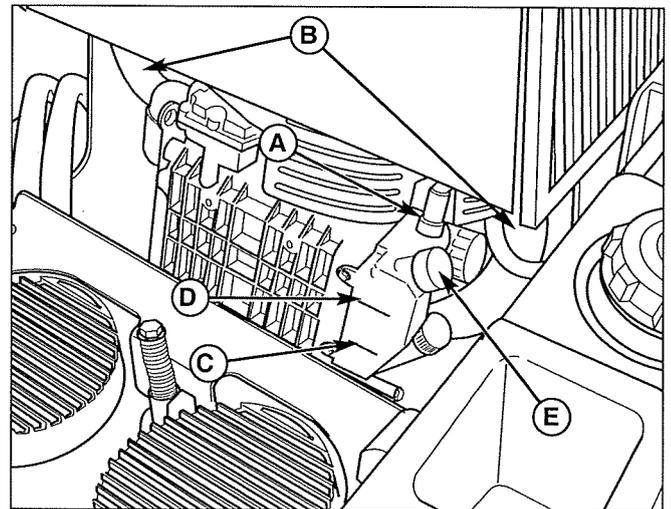
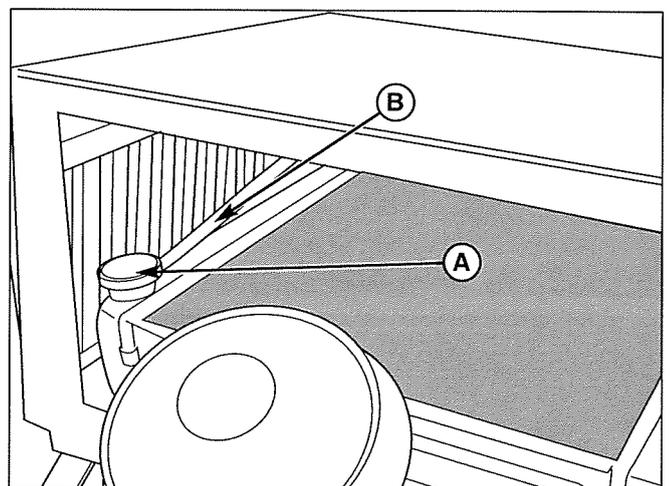

Figure 28. Vérification du niveau du liquide de refroidissement du moteur
Figure 29. Changement du liquide de refroidissement du radiateur
2. Contrôler le niveau du liquide de refroidissement uniquement dans le réservoir de trop-plein (A, figure 28). Le niveau du liquide de refroidissement doit se trouver au repère LOW (COLD)/BAS (FROID).
3. Si ce niveau est insuffisant, retirer le bouchon (E) du réservoir et ajouter du liquide de refroidissement jusqu'au repère « H ».
2. Faire tourner le bouchon du radiateur (A, figure 29) de 90 degrés dans le sens contraire des aiguilles d'une montre. Appuyer sur le bouchon et continuer de tourner dans le sens contraire des aiguilles d'une montre pour le retirer.
3. Verser lentement le liquide de refroidissement dans le radiateur jusqu'à ce qu'il soit à fleur de l'orifice de remplissage du liquide de refroidissement du moteur. S'assurer qu'aucune bulle d'air ne se forme au fur et à mesure du remplissage du radiateur. Au fur et à mesure que le liquide de refroidissement entre dans le radiateur, serrer les tuyaux du radiateur (B, figure 28) pour permettre d'éliminer l'air du circuit de refroidissement.
5. Retirer le bouchon du réservoir d'expansion et le remplir jusqu'au repère LOW (COLD)/BAS (FROID) (C) avec le liquide de refroidissement. Remonter le capuchon.
6. Vérifier le tuyau qui connecte le réservoir d'expansion au radiateur (B, figure 29). S'assurer qu'il est bien connecté et qu'il n'est ni fissuré ni endommagé. Si le tuyau est endommagé, le liquide de refroidissement fuira au lieu d'aller dans le réservoir d'expansion.
7. Faire tourner le moteur jusqu'à sa température de fonctionnement. Vérifier le niveau du liquide de refroidissement dans le réservoir d'expansion. Lorsque le moteur tourne et que le liquide de refroidissement est à température normale, le niveau du liquide de refroidissement dans le réservoir doit être au repère FULL (HOT)/PLEIN (CHAUD) (D, figure 28). Si le liquide de refroidissement du moteur n'est pas au repère FULL (HOT), ajouter un peu plus de liquide de refroidissement de moteur au réservoir d'expansion pour mettre le niveau au repère FULL (HOT).